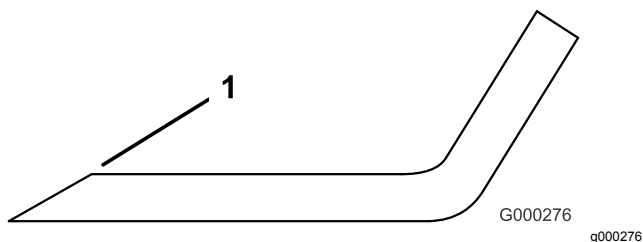

図 26
3. すべてのブレードの刃先を点検し、刃先が丸くなっていたり打ち傷がある場合には研磨する 図 26。
注 研磨は刃先の上面だけに行い、刃の元々の角度を変えないように十分注意する 図 26。両方の刃先から等量を削るとブレードのバランスを維持することができます。